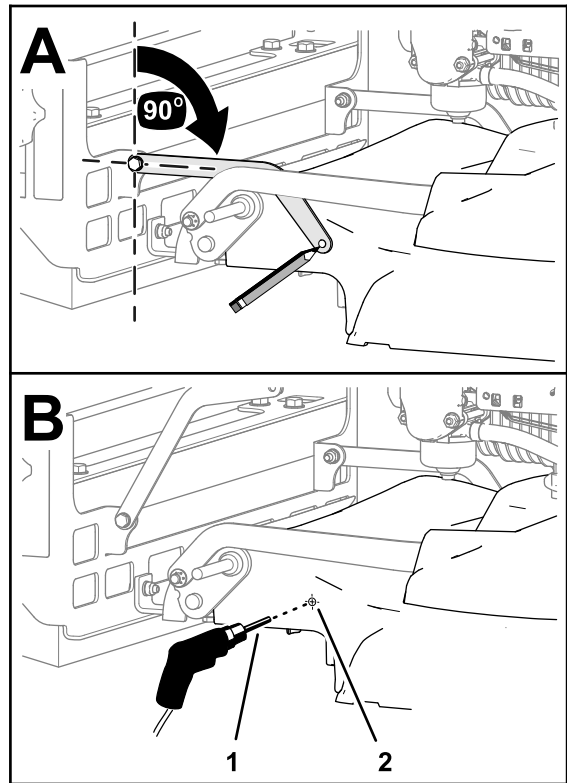

Figura 14
1. No lado esquerdo da plataforma do cortador, alinhe o suporte da escova 90° em relação à montagem da escova (Figura 14).
2. Marque o local do furo do suporte da escova na plataforma (Figura 14).
4. Perfure a marca de punção central com uma broca (6,5 mm) conforme mostrado na Figura 14.